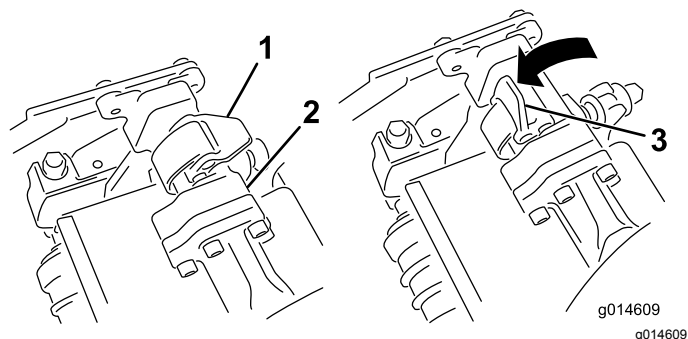

Figura 29
3. Com os fechos na barra do braço de suspensão a apontar para cima (i.e. abertos) (Figura 29),
4. Feche os fechos para baixo e em redor da barra da unidade de corte e bloqueie-os no sítio (Figura 29).
4. Abra os fechos na barra do braço de suspensão da unidade de corte que está a remover (Figura 29).